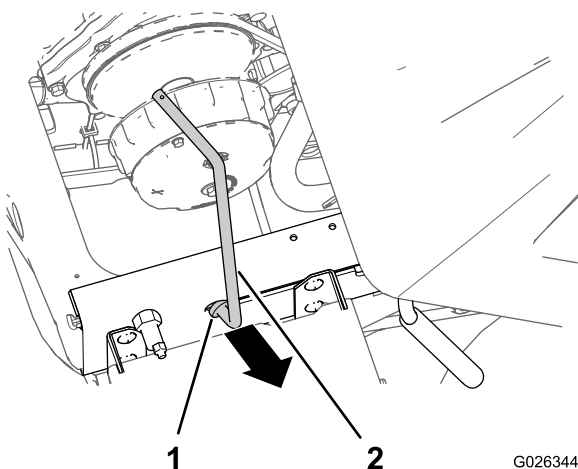

Figura 3
5. Fate scorrere l'estremità inferiore dell'asta di supporto fino all'estremità anteriore della fessura nell'asta di supporto nel canale del telaio sinistro o nella staffa dell'asta di supporto della macchina (Figura 3).
6. Rimuovete l'asta di supporto attraverso il foro della chiavetta all'estremità anteriore della fessura per l'asta di supporto (Figura 3).